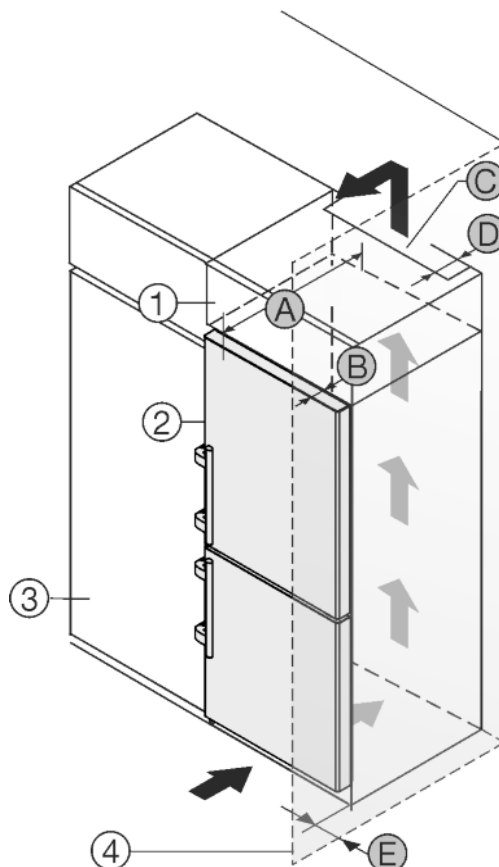

Fig. 13
Das Gerät kann mit Küchenschränken umbaut werden. Um das Gerät *Fig. 13 (2)* der Küchenzeilenhöhe anzugleichen, kann über dem Gerät ein Aufsatzschrank *Fig. 13 (1)* angebracht werden.
Das Gerät kann direkt neben dem Küchenschrank *Fig. 13 (3)* aufgestellt werden. Um die Türen vollständig öffnen zu können, muss das Gerät um die Tiefe *Fig. 13 (B)* gegenüber der Küchenschrankfront vorstehen. Abhängig von der Tiefe der Küchenschränke und Verwendung von Wandabstandshaltern kann das Gerät weiter herausragen.
Wird das Gerät direkt neben einem Küchenschrank *Fig. 13 (3)* aufgestellt, so ist ein Abstand von mind. 5cm zum Gerät notwendig. Um die Türe vollständig öffnen zu können, muss das Gerät um die Tiefe *Fig. 13 (B)* gegenüber der Küchenschrankfront vorstehen. Abhängig von der Tiefe der Küchenschränke und Verwendung von Wandabstandshaltern kann das Gerät weiter herausragen.
- An der Rückseite des Aufsatzschrankes muss ein Abluftschacht mit der Tiefe *Fig. 13 (D)* über die gesamte Aufsatzschrankbreite vorhanden sein.
- Unter der Raumdecke muss der Entlüftungsquerschnitt *Fig. 13 (C)* eingehalten werden.
Wenn das Gerät mit den Scharnieren neben einer Wand *Fig. 13 (4)* aufgestellt wird, muss der Abstand *Fig. 13 (E)* zwischen Gerät und Wand eingehalten werden. Dies entspricht dem Griffüberstand bei geöffneter Tür.